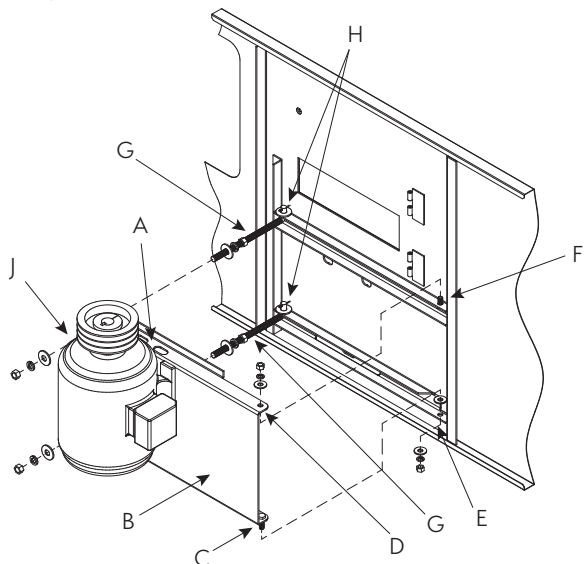

Figura 17a – Installazione esterna motore
1. Analizzare attentamente la **Figura 17a** prima di installare la base del motore sull'unità.